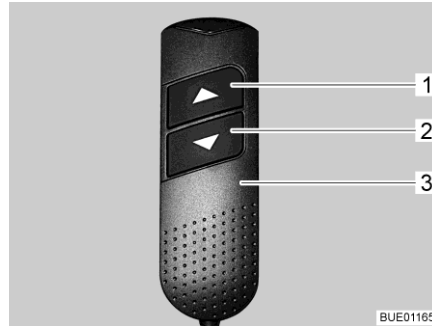

Fig. 102 Unité de commande (lit escamotable)
- Sur la commande (Fig. 102,3), appuyer en même temps sur les deux touches fléchées (Fig. 102,1 et 2) et les maintenir pressées jusqu'à ce que le lit escamotable soit entièrement en bas. Un bip sonore de confirmation est audible une fois que les touches ont été relâchées.
- Sur la commande (Fig. 102,3), appuyer sur la touche fléchée inférieure (Fig. 102,2) et la maintenir pressée jusqu'à ce que le lit escamotable soit descendu en position finale.
- Sur la commande (Fig. 102,3), appuyer sur la touche fléchée supérieure (Fig. 102,1) et la maintenir pressée jusqu'à ce que le lit escamotable soit monté en position finale.
- Déplacer brièvement le lit escamotable avec les touches fléchées (Fig. 102,1 ou 2) dans le sens inverse.